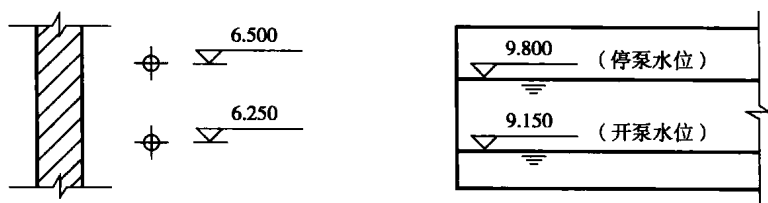

图 1-3 剖面图中管道及水位的标高标注法
3) 剖面图中,管道及水位的标高应按图 1-3 的方式标注。